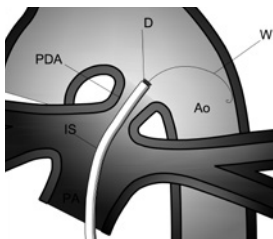

Fig. 14
- Avançar o impulsor (P), até que o dispositivo (D) alcança a extremidade da bainha de implantação (IS) (Fig. 14).